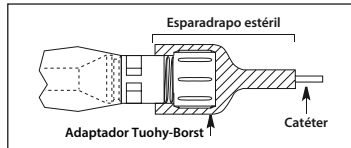

Figura 8
- El extremo del adaptador Tuohy-Borst del protector contra contaminación del catéter debe fijarse con esparadrapo estéril para evitar que el catéter de inserción se mueva (consulte la figura 8).